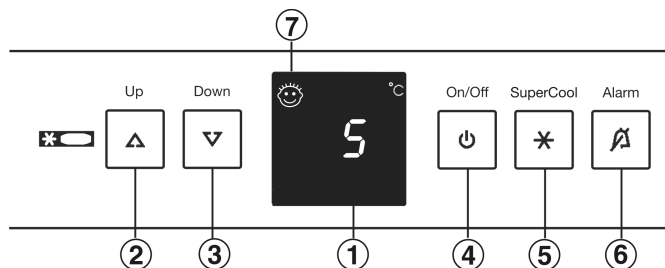

Fig. 2
- ▶ Toets On/Off Fig. 2 (4) indrukken.
► Instelmodus activeren: druk gedurende ca. 5 sec. op de toets SuperCool Fig. 2 (5).
► Met insteltoets Up Fig. 2 (2) en insteltoets Down Fig. 2 (3) h kiezen.
► Bevestigen: druk kort op de toets SuperCool Fig. 2 (5).